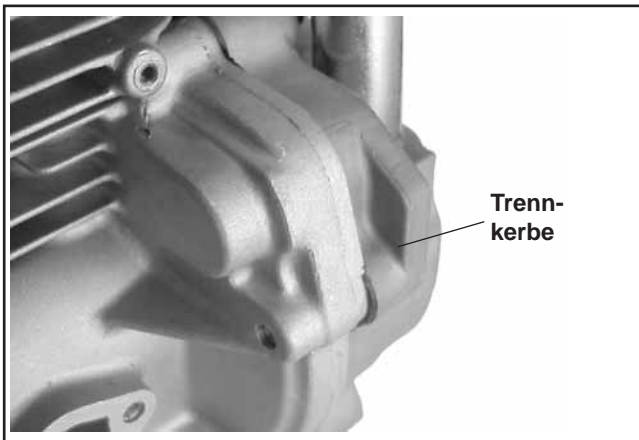

Abbildung 9-42. Trennkerbe an Lagerplatte/Kurbelgehäuse.
2. Lokalisieren Sie die Trennkerben in der Naht von Lagerplatte und Kurbelgehäuse. Siehe Abbildung 9-42. Hebeln Sie die Lagerplatte mit einem großen Flachsraubendreher vom Kurbelgehäuse ab.